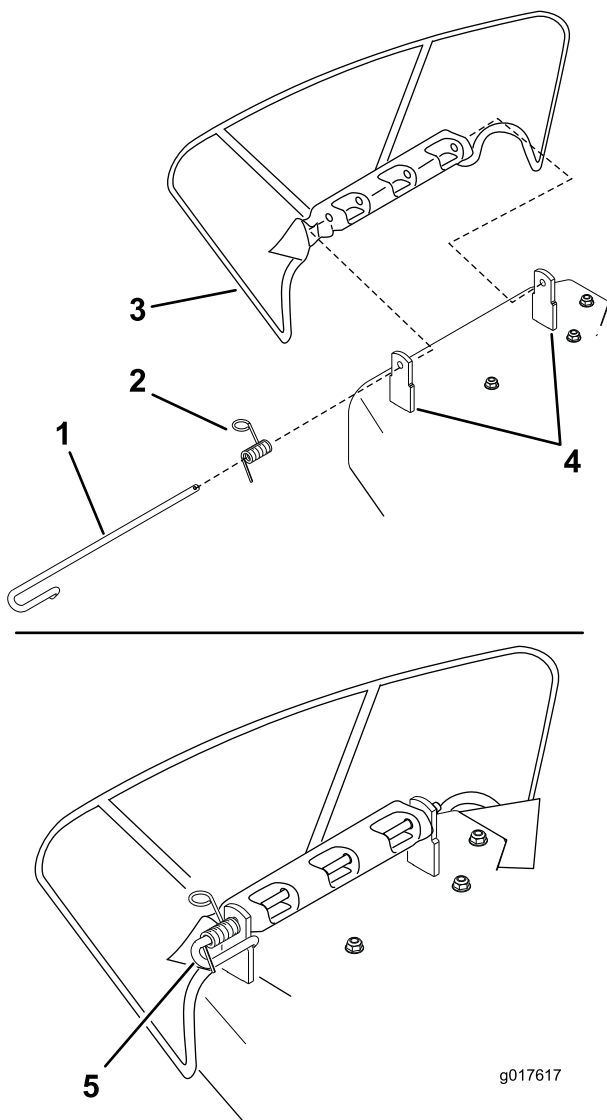

Figure 63
1. Désengagez le ressort du cran dans le support de déflecteur et sortez la tige des supports soudés du tablier, du ressort et du déflecteur d'éjection (Figure 63).